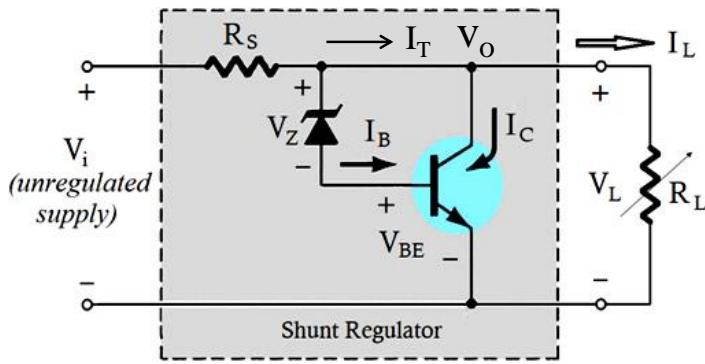

Figura 2.105 – Regulador de tensão tipo paralelo (BOYLESTAD e NASHELSKY, 2004).
Este circuito, cuja topologia se vê na Figura 2.105, se caracteriza pelo controle de  $V_o$  através do desvio da corrente da carga ( $V_L = V_o = R_L \cdot I_L$ ).
**Exemplo 56** – Para o regulador de tensão tipo paralelo (ver a Figura 2.105), sendo dados  $V_i = 22\text{ V}$ ,  $R_S = 120\text{ }\Omega$ ,  $V_z = 8,2\text{ V}$ ,  $V_{BE} = 0,7\text{ V}$  e  $R_L = 100\text{ }\Omega$ , pede-se calcular a tensão regulada e as correntes do circuito.
O circuito da Figura 2.106 mostra um regulador tipo paralelo que apresenta uma performance melhor do que o apresentado pela Figura 2.105. O seu diodo zener fornece uma tensão de referência, de modo que o resistor  $R_1$  apresenta uma variação da tensão de saída.
O TJB  $Q_2$  proporciona uma corrente de base maior para o TJB  $Q_1$  do que no caso do circuito da Figura 2.105, o que faz com que o regulador da Figura 2.106 seja capaz de suprir a carga com uma corrente de maior intensidade.